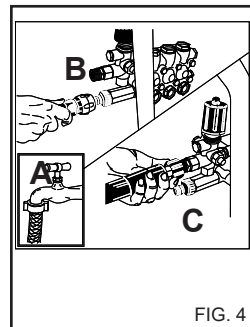
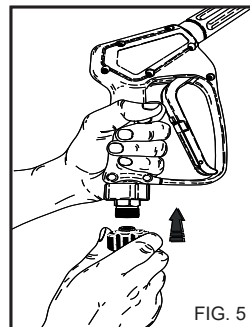

FIG. 4
FIG. 5
Подсоедините шланг к крану водоснабжения (рис. 4А) и к отверстию на аппарате (рис. 4В). Убедитесь, что давление и расход воды, подаваемой от крана, соответствует характеристикам аппарата: 2-8 бар (29-116 фунт/дюйм²) Максимальная температура подаваемой воды 50°C (122°F).
Подсоедините шланг высокого давления к аппарату (рис. 4С) и к пистолету (рис. 5).
Поверните кран подачи воды (рис. 4А).
3) Нажав рычаг на пистолете, сбросьте давление в шланге высокого давления (рис. 5А).
4) Закройте кран водопровода (рис. 4А).